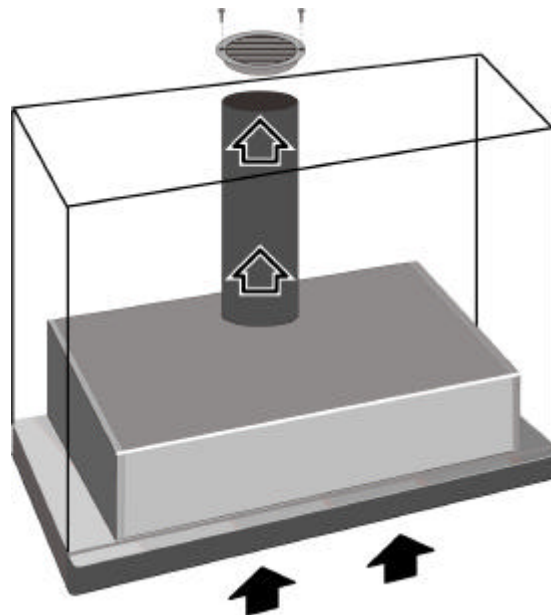

Fig. 11
- d) Montar sobre el mueble una rejilla orientada (en dotación), teniendo cuidado orientar la salida del aire hacia delante (**Fig.11**).